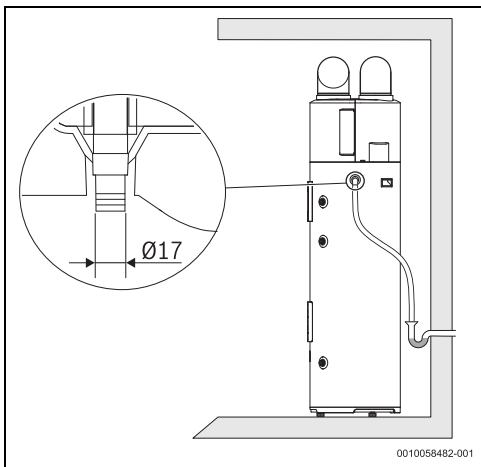

Fig. 15 Collegamento dello scarico condensa
- ▶ Collegare un tubo di scarico flessibile da Ø 20 mm (Fig. 15).